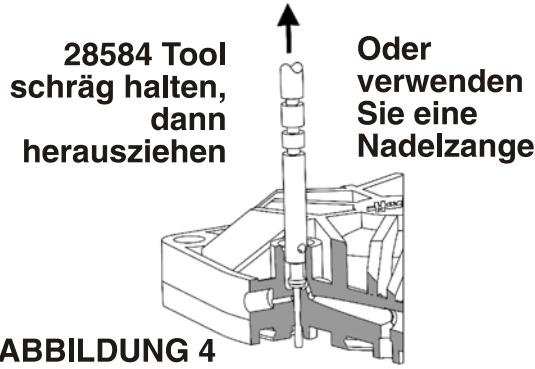

ABBILDUNG 4
2. Bauen Sie die Federn und die 27375 Pilotsplinte aus (Abb. 4).